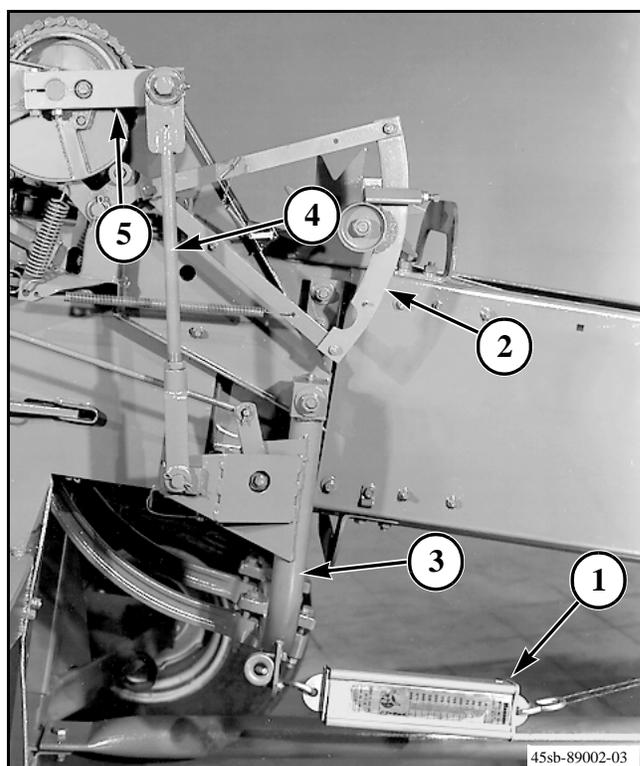

FIG. 44
FIG. 44: Utilice una balanza de resorte (1) para verificar el ajuste del freno de la anudadora. Accione el brazo de desplazamiento de la anudadora (2) y posicione el portador de agujas (3) de modo que la varilla de accionamiento del portador de agujas (4) quede en ángulo recto (90 grados) con el brazo de impulsión de las agujas (5). Conecte una balanza de resorte a la guía de la cuerda en la parte inferior del portador de agujas. Si los resortes del freno tienen el ajuste correcto, el portador de agujas comenzará a moverse cuando se aplique una fuerza de 11,3 a 13,6 kg (25 a 30 lb) en la guía de la cuerda. Si la tensión no está correctamente ajustada, ajuste la tensión de los resortes de la zapata de freno.